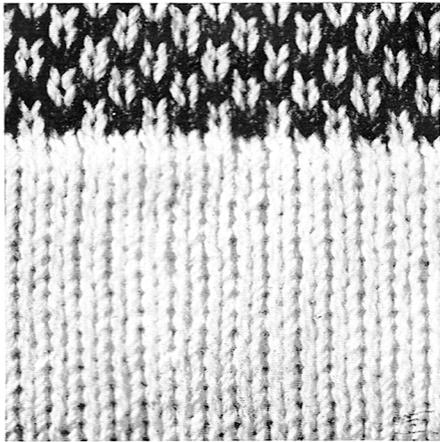

Fig. 8
**Der Saum.** Fig. 8. Nach dem Anschlag wird die doppelte Höhe des Saumes gestrickt. Kamm nachhängen. Dann werden die Anschlagshlingen mit Hilfe der Deckernadel auf die entsprechenden Nadeln gehängt.